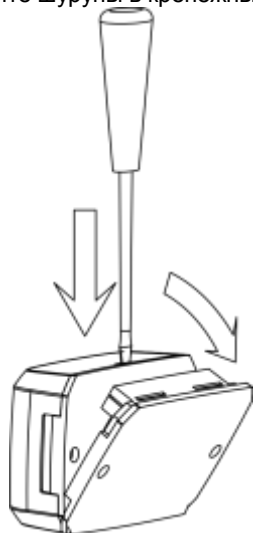

Рисунок 2. Снятие крышки контроллер
- 3.4 Снимите крышку с зацепов при помощи шлицевой отвёртки (см. рис. 2).